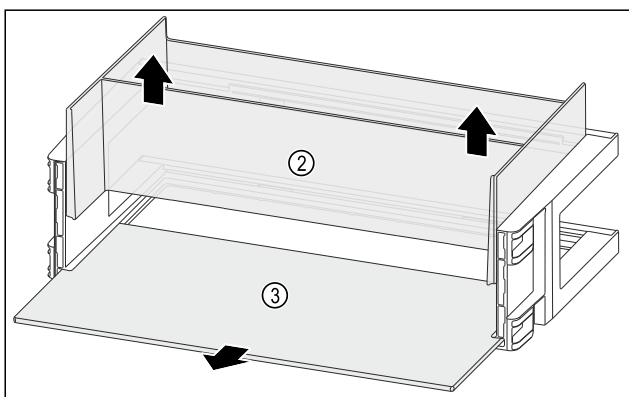

Fig. 114
- Свалете органайзера Fig. 114 (2) нагоре.
- Свалете рафта Fig. 114 (3).